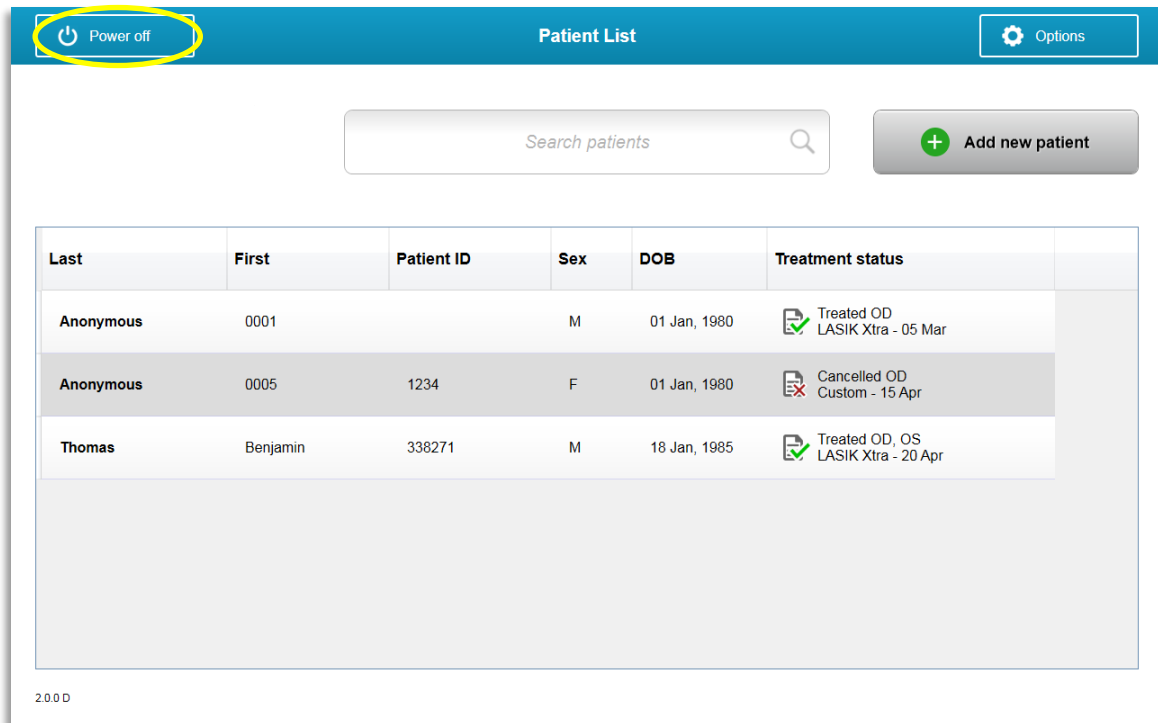

Figura 3-47. Seleccione “Apagar” (Power off)
- Seleccione “Apagar” (Power off) en la pantalla inicial “Lista de pacientes” (Patient List), tal como se muestra en la figura 3-47.